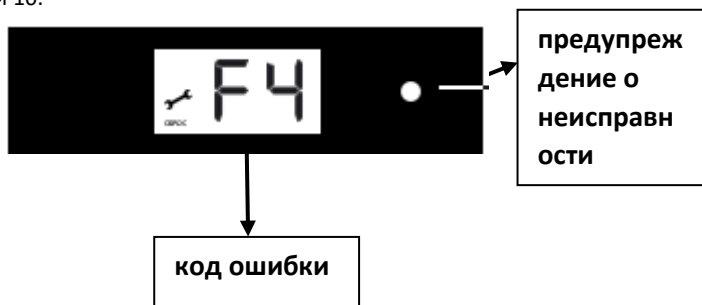

Рисунок 24
- Установите в точке замера давления выходящего газа ( $\varnothing 9$  мм) U-манометр (Рисунок 24),